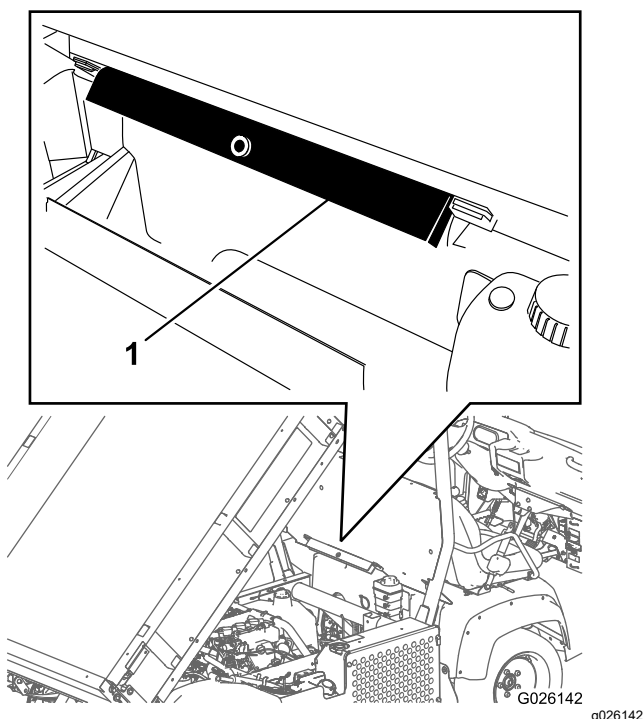

Bild 31
2. Nehmen Sie die Ladepritschenstütze aus den Einlagerungshalterungen hinten an der Überrollschutzplatte (Bild 31).